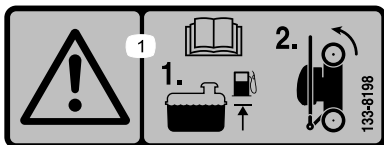

Figura 20
1. Asigurați-vă că nivelul de combustibil din rezervorul de combustibil nu este mai mare decât cel recomandat de producătorul motorului; consultați eticheta producătorului motorului de pe motor (Figura 20).